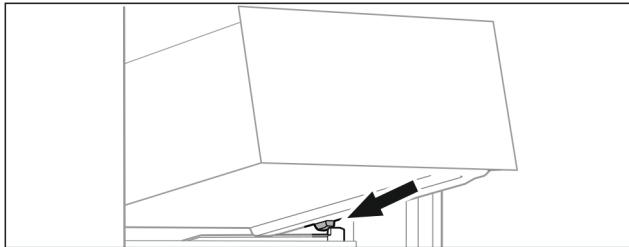

Fig. 134
- Schubfach schräg hinter den Stopfern auf Behälterrippe aufsetzen. (siehe Fig. 134)